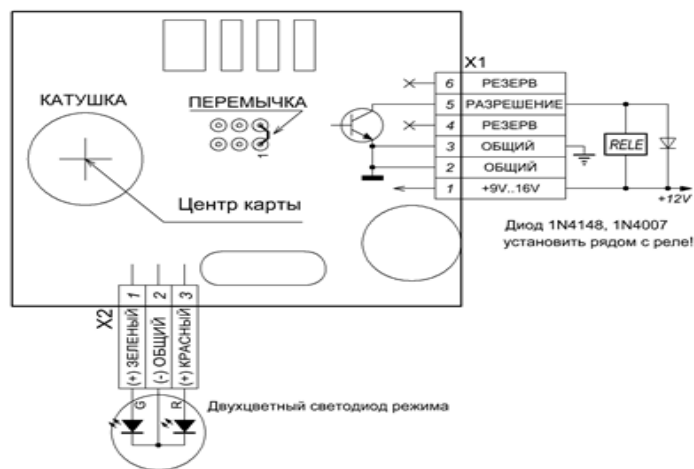

Рис.2 Схема внешних подключений
- При приближении ключа ЗАМОК сравнивает его номер со списком СВОИХ ключей. Если номер СВОЙ, то для доступа к объекту выдается сигнал РАЗРЕШЕНИЕ, длительность которого зависит от перемычки "1" (Рис.2), установленной в центре платы. Если перемычка замкнута, то сигнал РАЗРЕШЕНИЕ активен, пока ключ находится около замка, и пропадает через 3сек после удаления ключа. Такой режим удобен для открывания защелки и для доступа к объекту по принципу - пока ключ "вставлен" можно пользоваться. Если перемычка разомкнута (перекусить), то сигнал РАЗРЕШЕНИЕ появляется, когда подносится ключ, и остается активным до выключения питания независимо от наличия ключа. Для автомобильного иммобилайзера, в зависимости от логики работы, можно использовать любой из этих режимов.